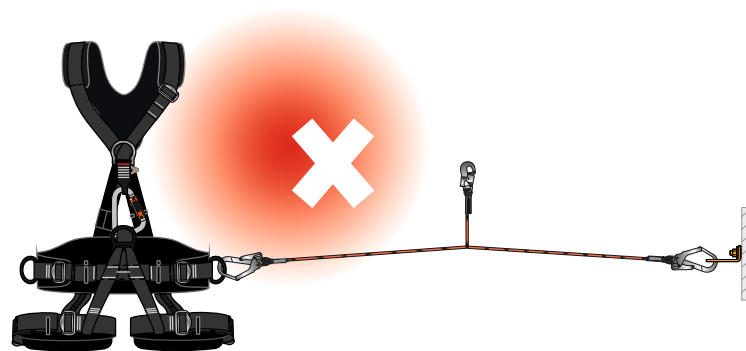

Рис. 8 Недопустимое присоединение привязи к анкерной точке при помощи двойного стропы.
- соединять привязь с анкерной точкой при помощи двойного стропы концами с одним типом карабинов (**рис. 8**);